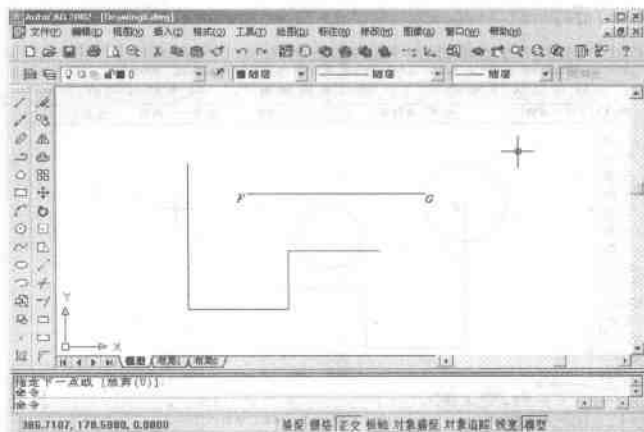

图2-3 画线段 FG
- (5) 按 **Enter** 键重复画线命令, 画线段 FG, 如图 2-3 所示。